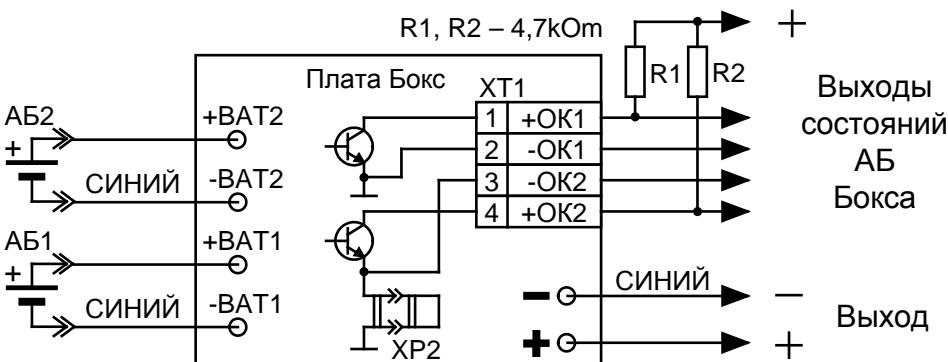

Рис.3
– с помощью двух выходов «ОК» (типа «открытый коллектор») при подключении к другим источникам питания и контролем состояния АБ Бокса внешними устройствами (схема подключения Рис.3). Максимально допустимые напряжение и ток коммутации выходов «ОК» – 30 В, 100 мА.
2.2.5 Порядок подключения к другим источникам питания и внешним устройствам (схема рис.3).
1) Подключить провода кабеля, идущего от интерфейсного разъема XT1 Бокса, к соответствующему клеммам внешнего контролирующего устройства (КУ) согласно схеме приведенной на Рис.3. Резисторы R1, R2 могут быть в пределах 1...30 кОм и выбираются пользователем в зависимости от характеристик КУ, например, из состава ЗИП КУ.
2.3.2 При подключении Бокса по схеме на рис.3 Бокс производит тестирование батарей по внутреннему алгоритму в автономном режиме. Состояние выходов OK1 и OK2 соответствуют таблице 1.